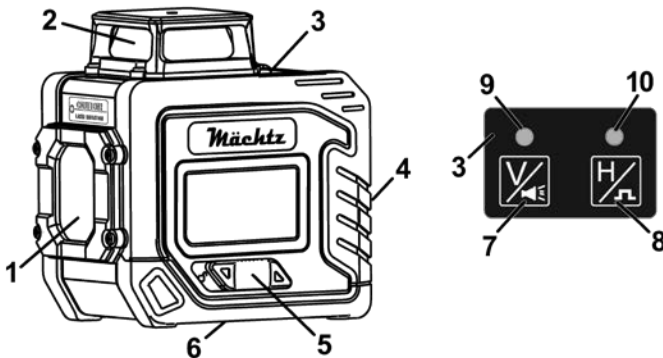
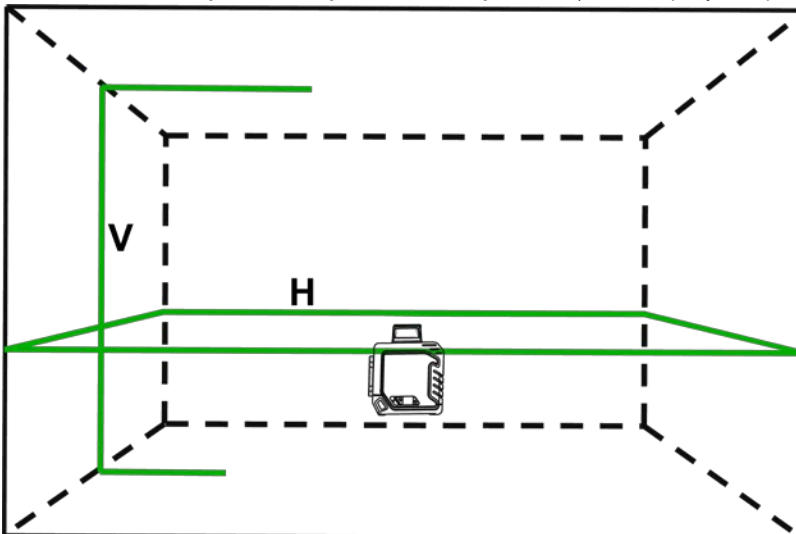

Рисунок 1
Рисунок 3
3.4 Схематичне зображення спроектованих променів (дивіться рисунок 3)
3.5.1 Встановіть прилад між двома стінами на відстані 5 метрів на штатив або встановіть його на тверду рівну поверхню. Увімкніть лінійний лазер (розблокуйте маятниковий механізм приладу, перемістивши клавішу блокування маятникового механізму (5, рисунок 1) вправо). Зачекайте, поки промінь автоматично вирівняється, та позначте точки перетину лазерної лінії («a1» та «b1») на стінах «А» та «В» (рисунок 3).
- перевірте роботу перемикача блокування маятникового механізму (5, рисунок 1), вона повинна бути чіткою, без заїдань;
4.1.2 Розблокуйте маятниковий механізм приладу, перемістивши клавішу блокування маятникового механізму (5, рисунок 1) вправо (у бік значка ).
4.1.3 Увімкніть необхідні лазерні лінії відповідними кнопками (7 і 8, рисунок 1):
- натисніть короткочасно кнопку відбудови вертикальної лінії «V» (7, рисунок 1);
- натисніть короткочасно кнопку відбудови горизонтальної лінії «H» (8, рисунок 1);
4.1.5 Для вимкнення приладу переведіть клавішу розблокування маятникового механізму (5, рисунок 1) вліво.
- перемістіть клавішу блокування маятникового механізму (5, рисунок 1) у бік значка .
- натисніть понад дві секунди кнопку відбудови вертикальної лінії «V» (7, рисунок 1):
• вимкнення режиму побудови похилих ліній виконується короткочасним натисканням понад дві секунди кнопку відбудови вертикальної лінії «V» (7, рисунок 1).
4.2.4 Для вимкнення приладу переведіть клавішу розблокування маятникового механізму (5, рисунок 1) вліво.
4.3.2 Розблокуйте маятниковий механізм приладу, перемістивши клавішу блокування маятникового механізму (5, рисунок 1) вправо (у бік значка .
- натисніть протягом двох секунд кнопку відбудови горизонтальної лінії «Н» (8, рисунок 1);